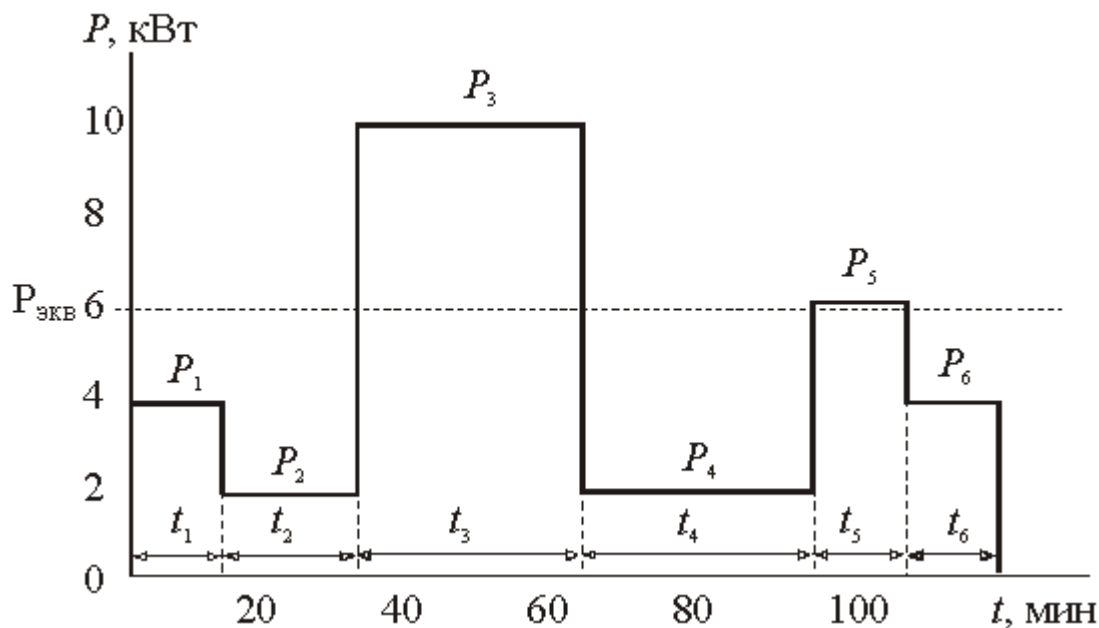

Рисунок 40 – Нагрузочная диаграмма двигателя для продолжительной переменной нагрузки  $P=f(t)$
**Пример 9** Выбрать асинхронный двигатель с короткозамкнутым ротором для привода механизма, работающего с продолжительной переменной нагрузкой, заданной нагрузочной диаграммой  $P = f(t)$ , рис. 40. Синхронная частота вращения 3000 об/мин. Возможное снижение напряжения сети составляет 20%